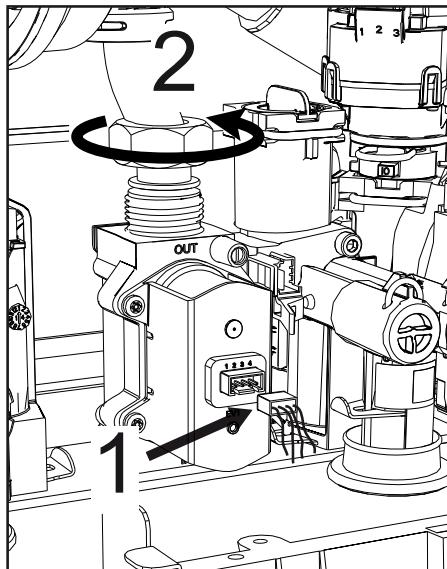

fig. 43
- Scollegare i connettori elettrici "1" (fig. 43).
- Scollegare il tubo di alimentazione gas "2" (fig. 43).